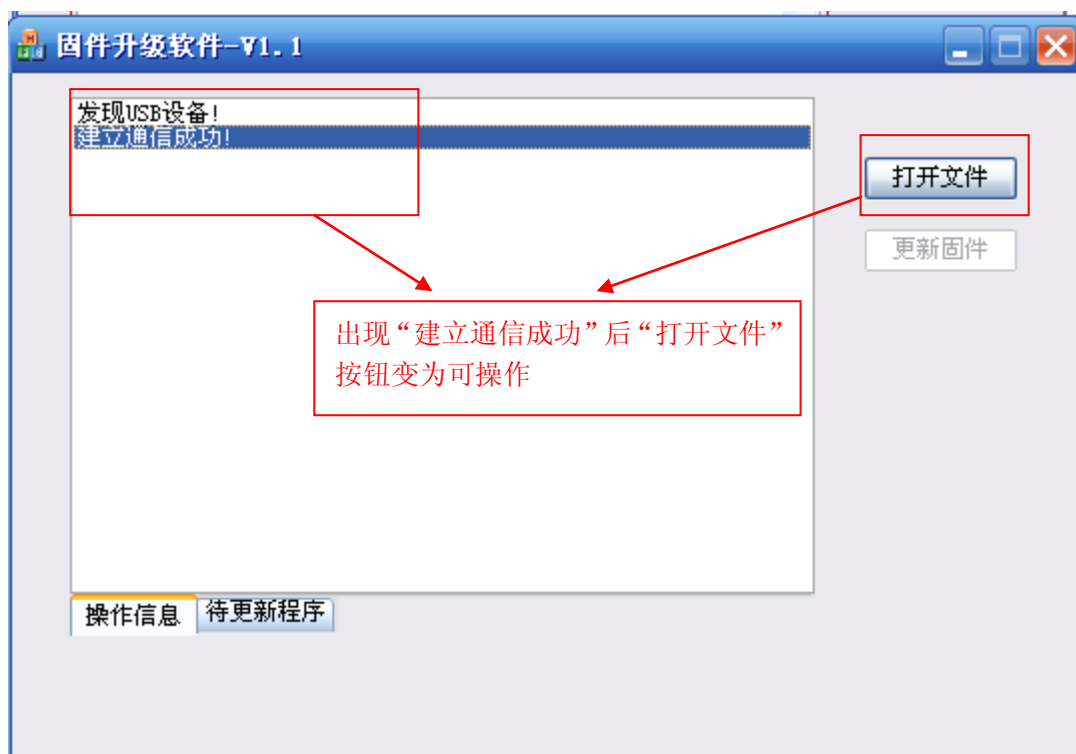

图 2-2 建立通信成功
2.2 等待调试烧录工具与固件升级软件建立连接：打开调试烧录工具的电源，等待调试烧录工具与固件升级软件建立连接；建立连接后将出现图 2-2 的信息，调试烧录工具的状态指示灯亮蓝灯，同时“打开文件”按钮变为可操作；如果遇到首次无法建立通信可以反复关闭调试烧录工具电源重新再打开电源，直到建立通信完成。